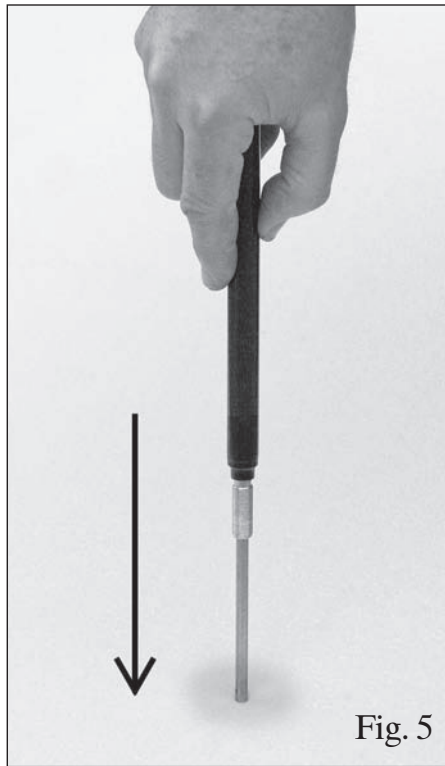

Fig. 5
10. Tryck kolvstången (3) på den nedkylda cylindern (1) i i cylindern genom att hålla den mot en bordsyta eller golvet – se fig. 5.